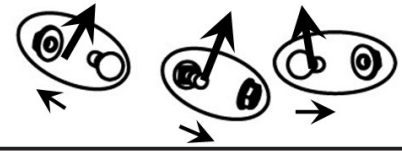

Рис. 8
2. Перед монтажом крышки желоба выставить конец тяги В (Рис. 8), ослабить два винта А (Рис. 8). Смонтировав крышку, затянуть оба винта для фиксации тяги. Пропустить тягу через направляющую А (Рис. 9).